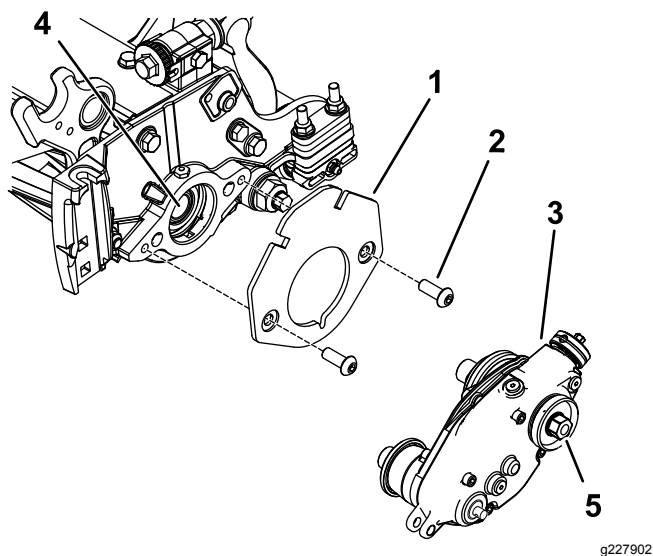

図 9
2. ウェイト用ブラケットをリールに固定する六角ソケットボタンヘッド付きボルト $\frac{3}{8}$ x $\frac{3}{4}$ "2本で図 9のように取り付ける。
3. 内部のリールシャフトのねじ部分に、中程度のねじ山ロッキングコンパウンド Blue Loctite® 243などを塗る 図 9。
4. グルーマ駆動ボックスをリールシャフトに取り付ける 図 9。